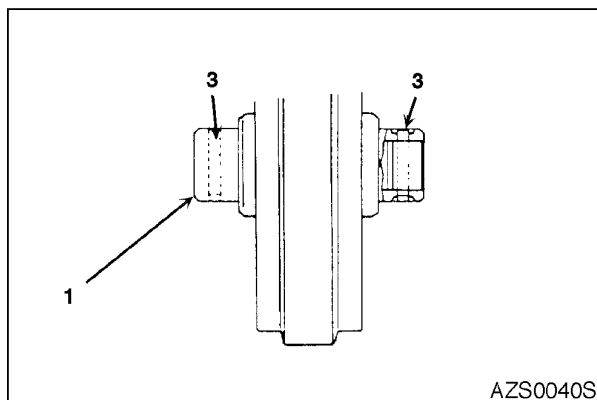

Рис. 21
2. Выньте штифт (3, рис. 21) из подшипника (1).